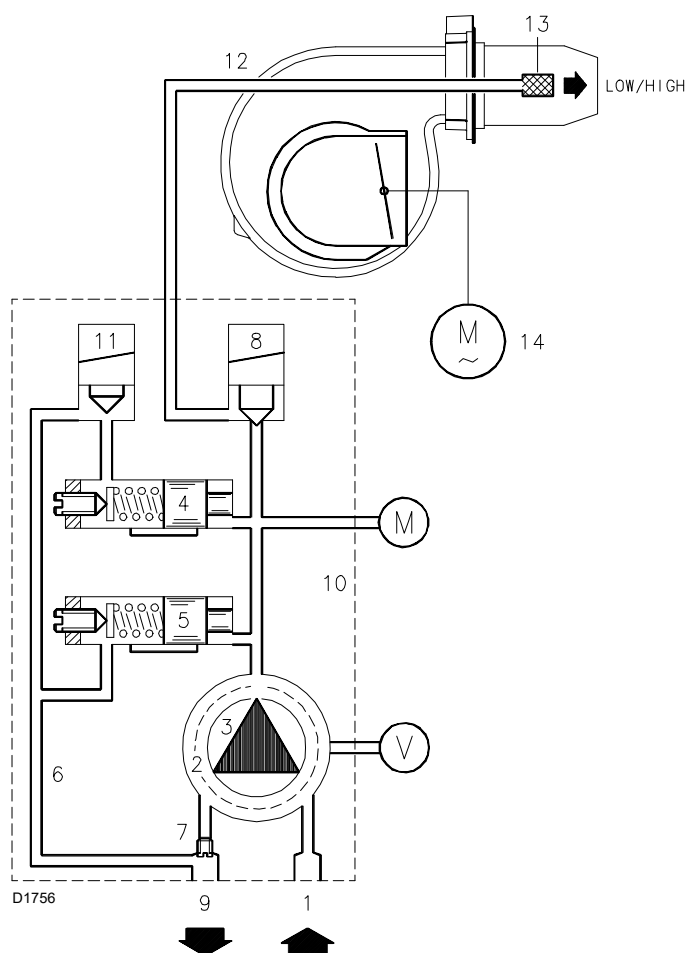

Fig. 25
- Cuando la temperatura o la presión aumenta hasta la apertura del TR, la electroválvula 11) (Fig. 25) se abre y el quemador pasa de la 2ª a la 1ª llama de funcionamiento.